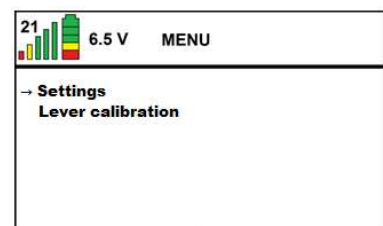

Figure 45
- Activez la commande du treuil en enfonçant le bouton (✓) de la télécommande (voir Figure 45).